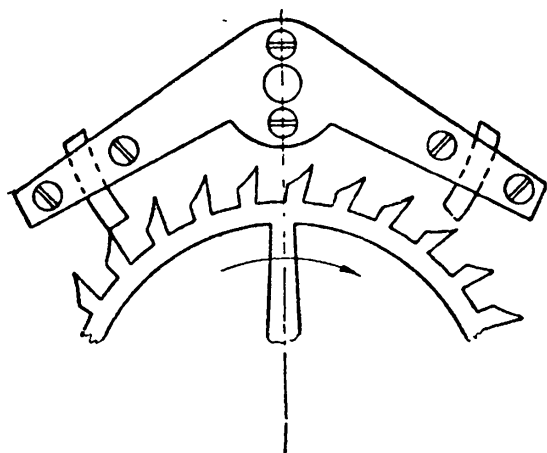

Рис. 58. Спусковое колесо со скобкой Грахама в часах улучшенной конструкции
7. Усовершенствованная конструкция спуска со скобкой Грахама¹ и спусковым колесом с особой улучшенной формой зубьев (рис. 58).